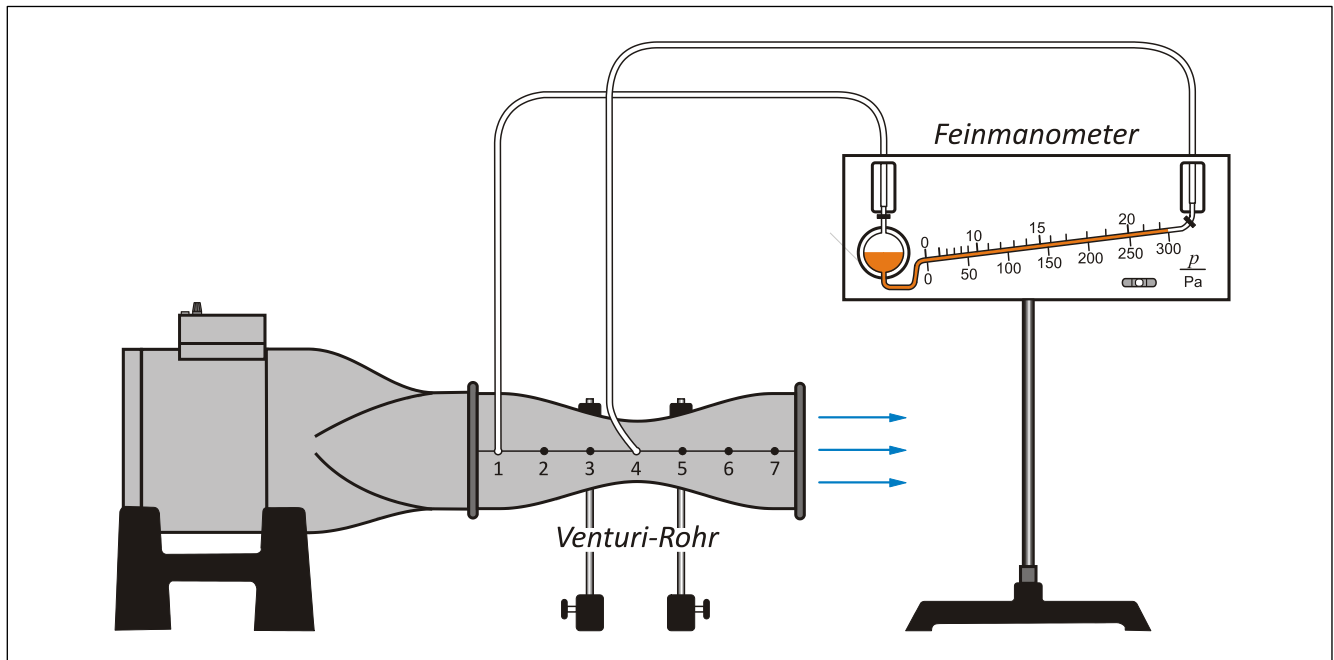

Bild 9: Versuchsaufbau Aufgabe 2
- Bauen Sie den Versuchsaufbau entsprechend **Bild 9** um (*Hilfestellung durch Laborpersonal*).